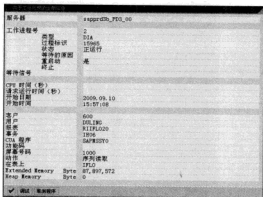

图 13-2 显示进程详细信息
STEP 2 双击选择某条进程记录，可以弹出进程的全部信息，如图 13-2 所示。在此对话框中，可以单击“调试”按钮对程序进程调试，还可以单击“取消程序”按钮取消程序。